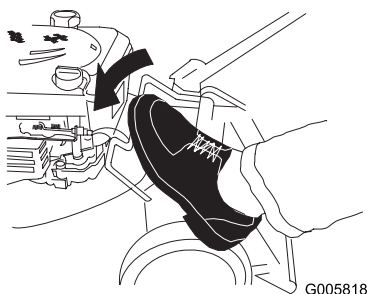

Bild 27
2. Treten Sie auf den Grifflosehebel (Bild 27).